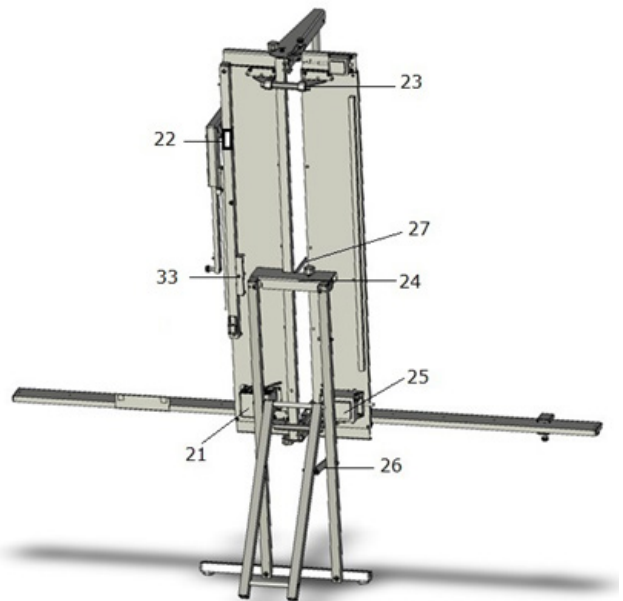

Abb. 2
- Nutzen Sie dazu den dafür vorgesehenen Griff (33, Abb. 2).
- Klappen Sie die Stütze wie auf der Abb. 2 zu sehen ist auf und fixieren die Arretierung (26) für einen sicheren Stand.
- Öffnen Sie auf der Geräterückseite den Sicherungsriegel an der Gerätehalterung (24, Abb. 2) und hängen es in die obere Stange der Stütze.
- Schließen Sie den Sicherungsriegel an der Gerätehalterung (24, Abb. 2 + 3) und verschrauben diesen fest.
- Öffnen Sie auf der Geräterückseite den Sicherungsriegel an der Gerätehalterung (24, Abb. 2 + 3) und hängen es in die obere Stange der Rückenlehne.
- Der Trafo (25) und die Aufbewahrungsbox (21) stoßen nun an die untere Gerüststange der Rückenlehne.